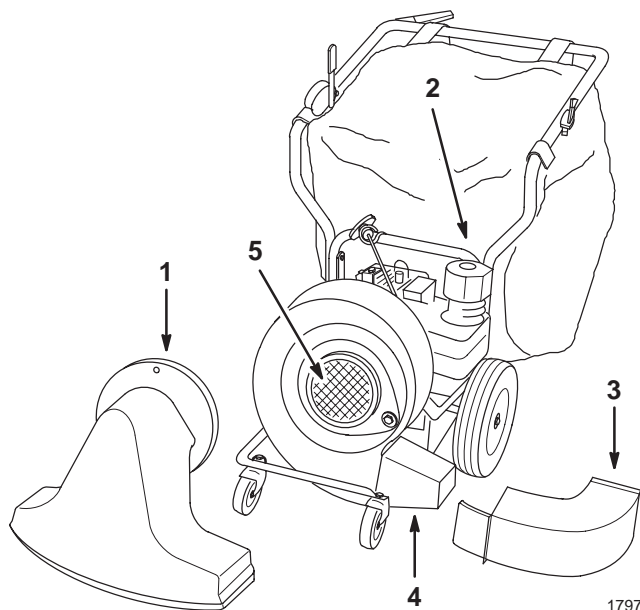

Bild 15
2. Entfernen Sie die Sicherungsmutter und Scheibe, mit denen die Saug-/Blasdüse abgesichert ist und entfernen diese (Bild 15).
3. Entfernen Sie den Sackhals vom Gebläse-Auswurfkanal (Bild 15). (Nach Wunsch können Sie den gesamten Sack entfernen.)
4. Entfernen Sie die Befestigungsschraube und Sicherungsscheibe, die den Gebläse-Auswurfkanal absichern und entfernen diesen (Bild 15).
5. Montieren Sie das Gebläserohr und sichern es mit den in Schritt 4 entfernten Befestigungsteilen ab (Bild 15).
10. Heben Sie das Gebläsegehäuse leicht an und drehen es um 120° im Uhrzeigersinn (wenn Sie vor dem Gebläse stehen) (Bild 15).
14. Montieren Sie das Gitter an der Gebläsesaugseite und sichern es mit der in Schritt 2 entfernten Scheibe und Sicherungsmutter ab (Bild 15).